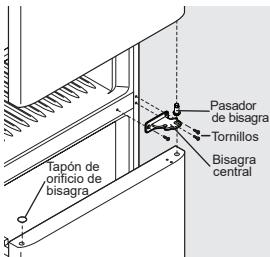

Figura 2
- Con un destornillador de cabeza Torx T25, retire los 3 tornillos de la bisagra central y coloque la bisagra central a un lado (consulte la Figura 2).